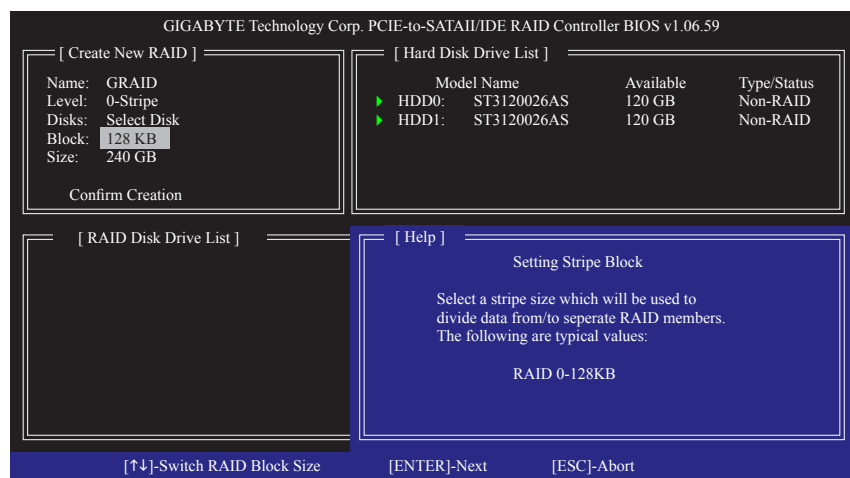

図 6
4. **Set Block Size (RAID 0 only):** Block 項目の下で、上または下矢印キーを使用してストライプブロックサイズを 4 KB ~ 128 KB の範囲で選択します (図 6)。<Enter> を押します。